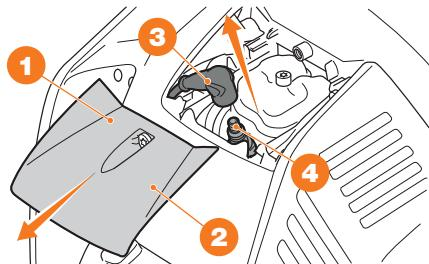

Рис. 12
- Открутите винт **1** (рис. 12).